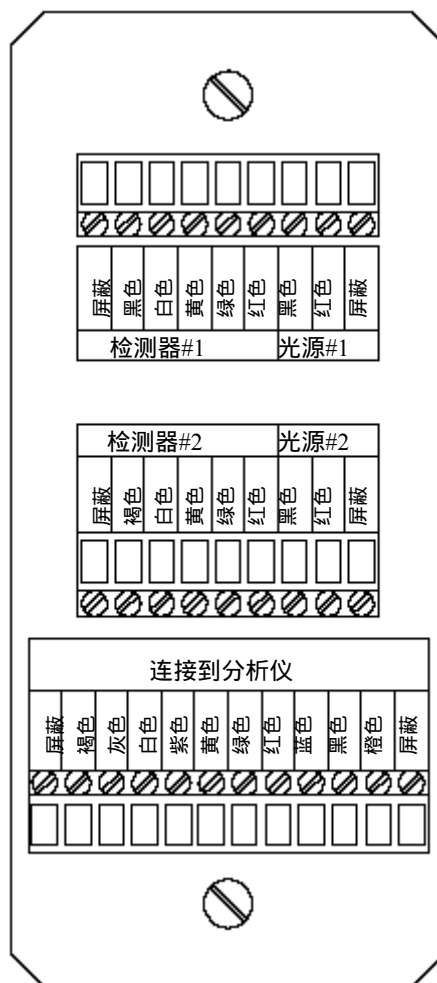

图 4-3 浊度传感器接线端排列
3. 参考图 4-3 连接新的光源或者检测器的电线到传感器的接线端子上, 颜色相匹配。